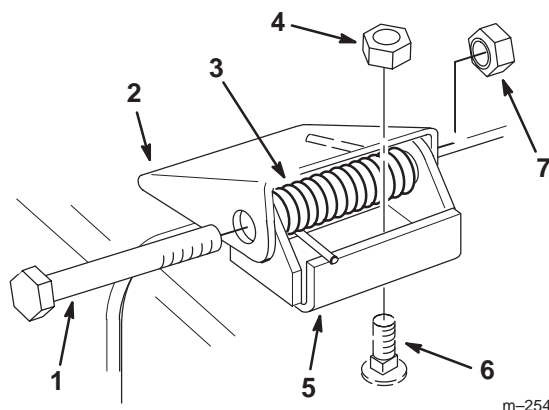

Figure 34
1. Enlevez les contre-écrous, les boulons et les ressorts qui fixent les montants du déflecteur aux supports de pivot (Fig. 34).
2. Si vous devez remplacer les supports de pivot, enlevez les boulons de carrossier et les contre-écrous coniques qui les fixent en haut de l'ouverture de l'éjecteur, puis montez les supports de rechange. Veillez à bien placer les têtes des boulons à l'intérieur du plateau de coupe (Fig. 34).
3. Fixez les montants du déflecteur entre les supports de pivot à l'aide des boulons, des ressorts et des contre-écrous. Veillez à bien placer les extrémités droites des ressorts entre les montants du déflecteur et le déflecteur (Fig. 34).
4. Vissez les contre-écrous jusqu'à ce qu'ils touchent les supports de pivot (Fig. 34).